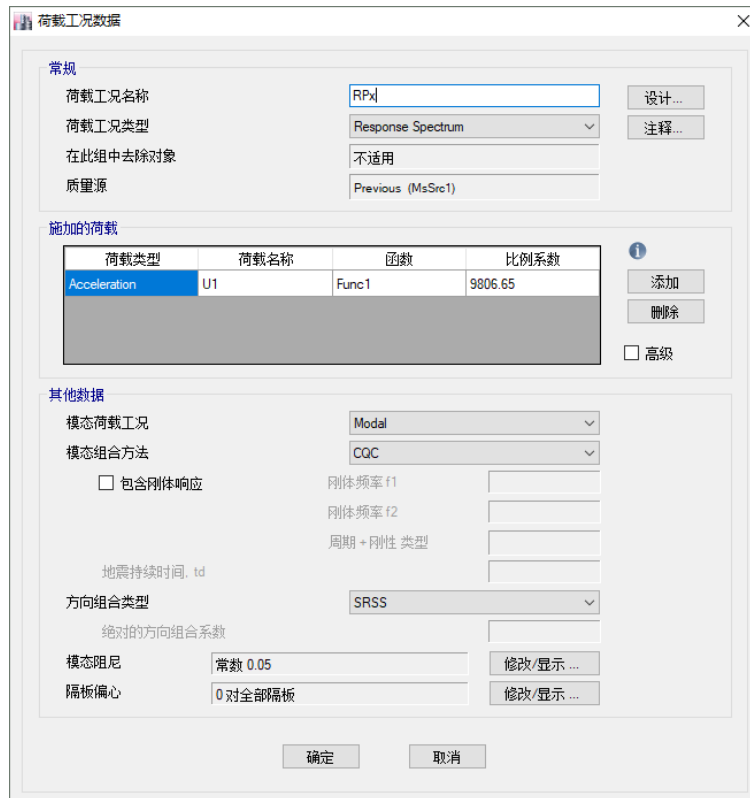

图 5-22 荷载工况数据对话框
2. 点击**添加新工况**按钮，弹出**荷载工况数据**对话框，如图 5-22 所示：